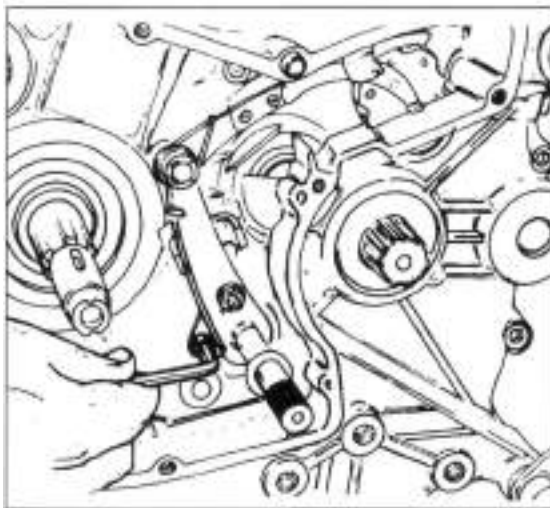

Bild 92
- Schaltmechanismus anheben und von Hand entnehmen (Bild 92).